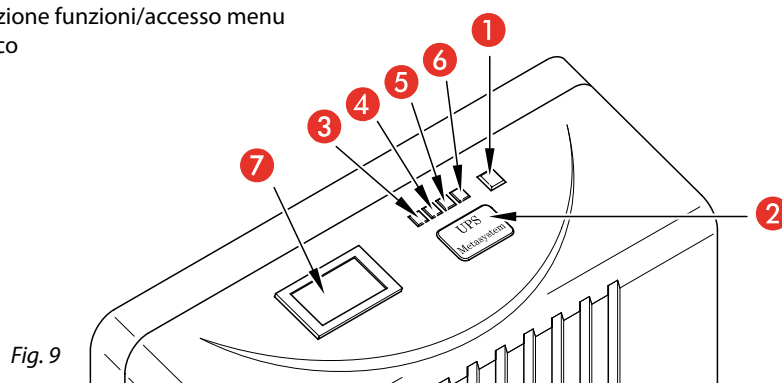

Fig. 9
- Accensione:** premere il pulsante di accensione/spegnimento [1] (fig.9).
- Spegnimento:** premere per alcuni secondi il pulsante di accensione/spegnimento [1] (fig.9).